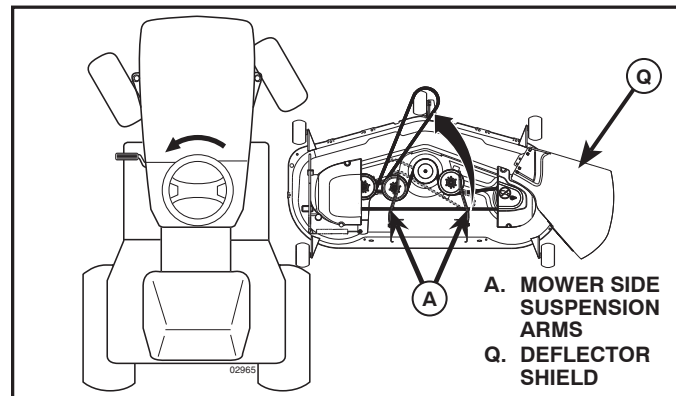

Fig. 8
4. SLIDE MOWER UNDER TRACTOR (See Fig. 8)